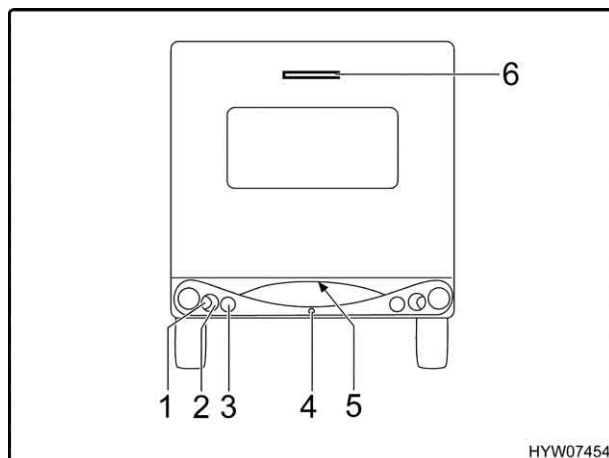
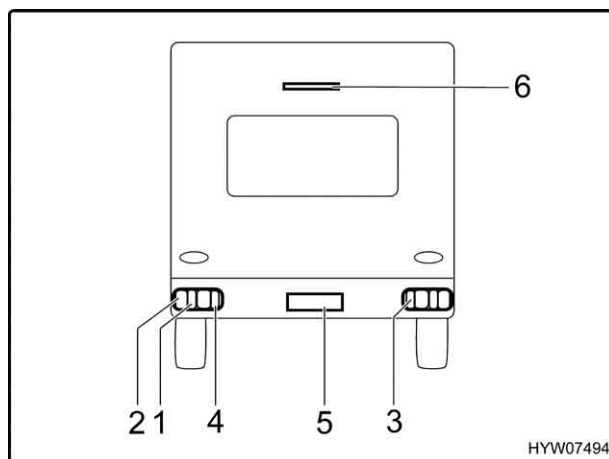

Fig. 118 Luci posteriori (Nova)
Fig. 119 Luci posteriori (Living)
- Svitare le viti degli involucri (Fig. 118,1 a 3 e 5 o Fig. 119,1 a 5).
- La terza luce freno (Fig. 118,6 o Fig. 119,6) va sostituita assieme al suo involucro.
► Per sostituire la luce posteriore antinebbia (Fig. 118,4) rivolgersi ad un concessionario **HYMER** oppure ad un punto di assistenza **HYMER**.